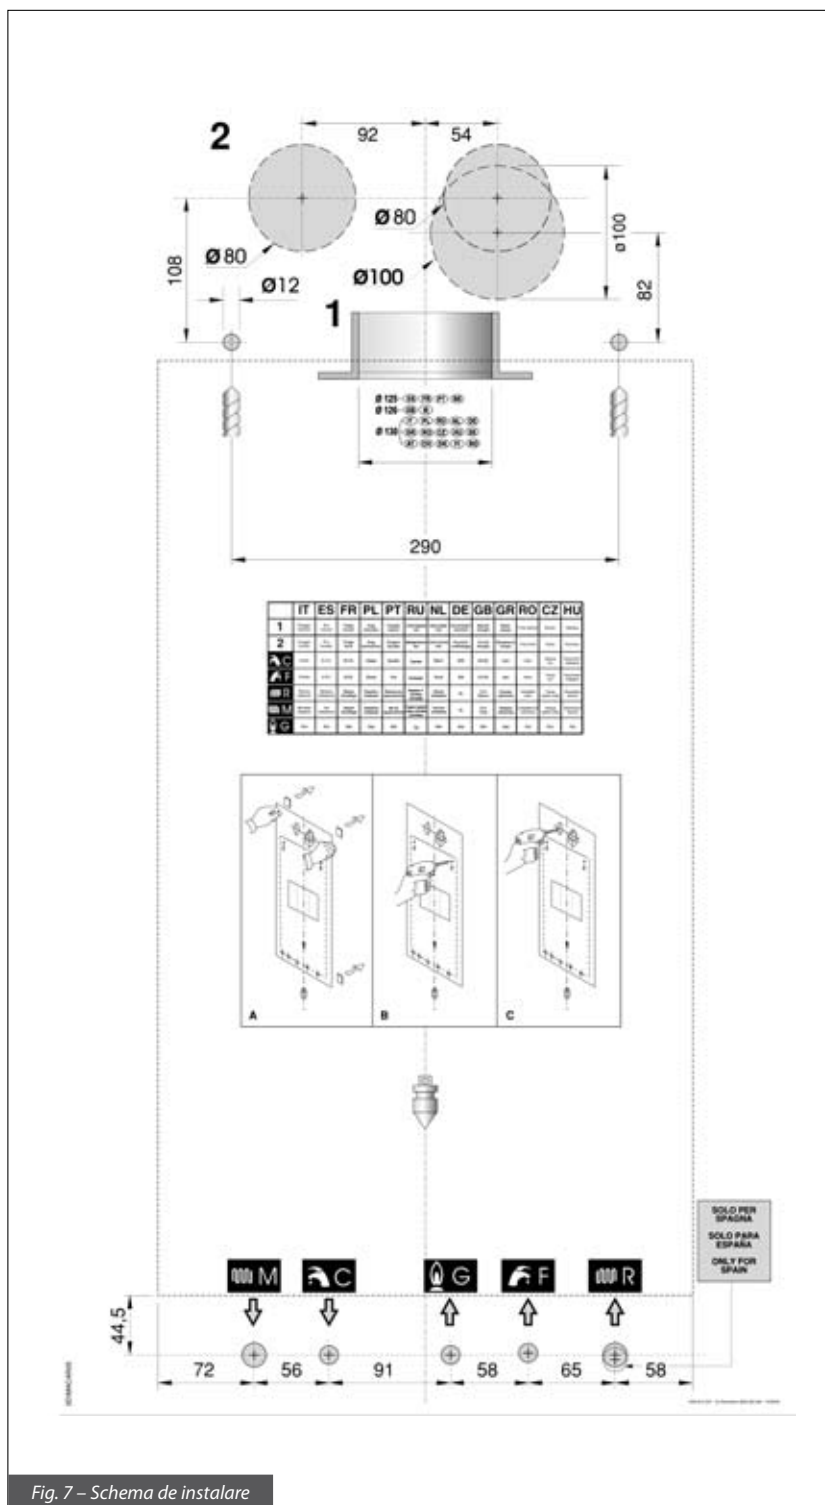

Fig. 7 – Schema de instalare
- b) schema de instalare a centralei pe perete (fig. 7);
Fiecare centrală este dotată cu o schemă, care se află în cutie (fig. 7) și care permite pregătirea tuburilor pentru conectarea la sistemul de încălzire, la circuitul ACM, la conducta de gaz și țevile de aspirare a aerului și de evacuare a gazelor, respectiv pentru pregătirea instalației centralei în locul ales.